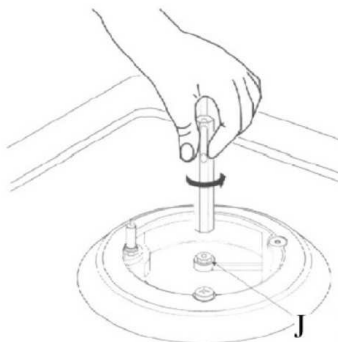

Рис. 7.
- Снимите решетки и крышки горелок с поверхности; См. **рис. 7** ниже.
- При помощи торцевого ключа, снимите старый жиклер (J), и замените его на новый жиклер, соответствующего размера.
- затяните регулировочный винт для уменьшения пламени, либо открутите его для увеличения пламени. См. **рис. 7** выше.